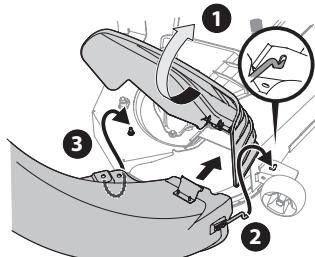

Figure 30
- Relevez le déflecteur d'éjection (1) et tenez-le pendant que vous placez la goulotte.
- Insérez l'extrémité du coude de la goulotte (2) dans le trou sur le support de la roue comme indiqué dans l'encadré Figure 30.
- Faites pivoter la goulotte d'éjection vers l'arrière jusqu'à ce que le trou du coude de la goulotte s'aligne avec la gouille sur le plateau de coupe comme illustré au point (3) de la Figure 30.